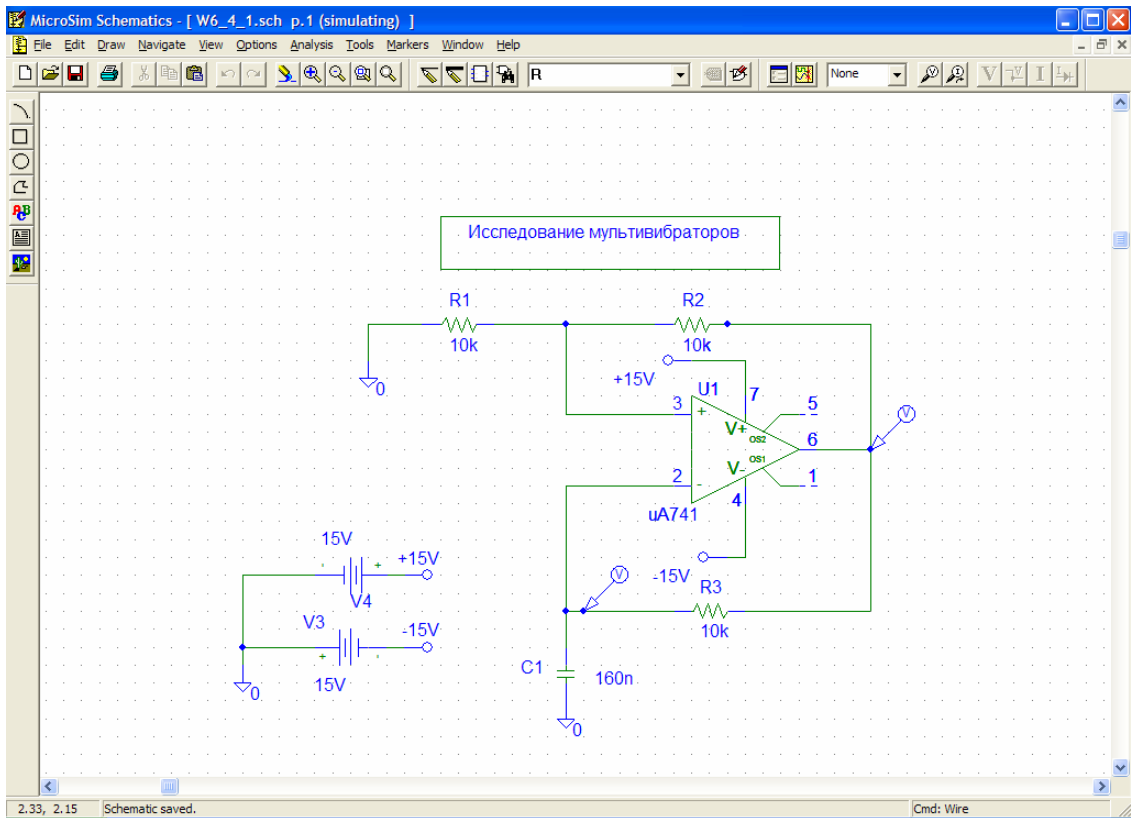

Рис. 6.4.4
- 1.1. Собрать схему автоколебательного мультивибратора (рис. 6.4.4). Установить значения элементов, полученные в ходе предварительного расчета.